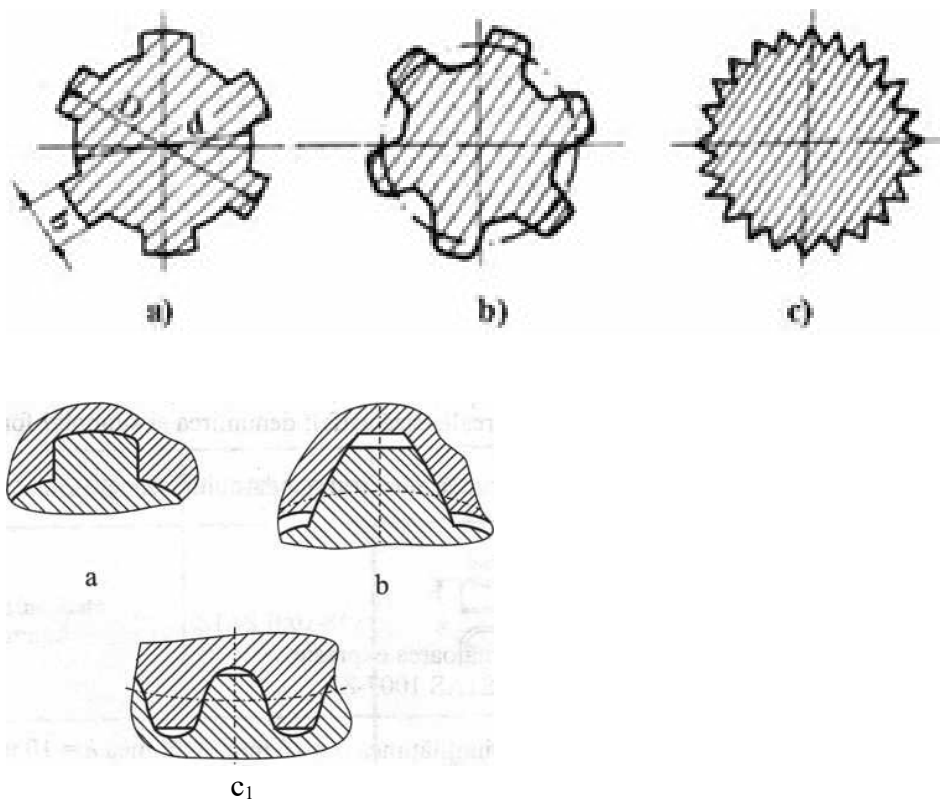

Fig.1.
- caneluri cu profil dreptunghiular (fig. 1., a);
- caneluri cu profil în evolventă (fig. 1., b);
- caneluri cu profil trapezoidal (fig. 1., c₁);
- caneluri cu profil triunghiular (fig. 1., c).